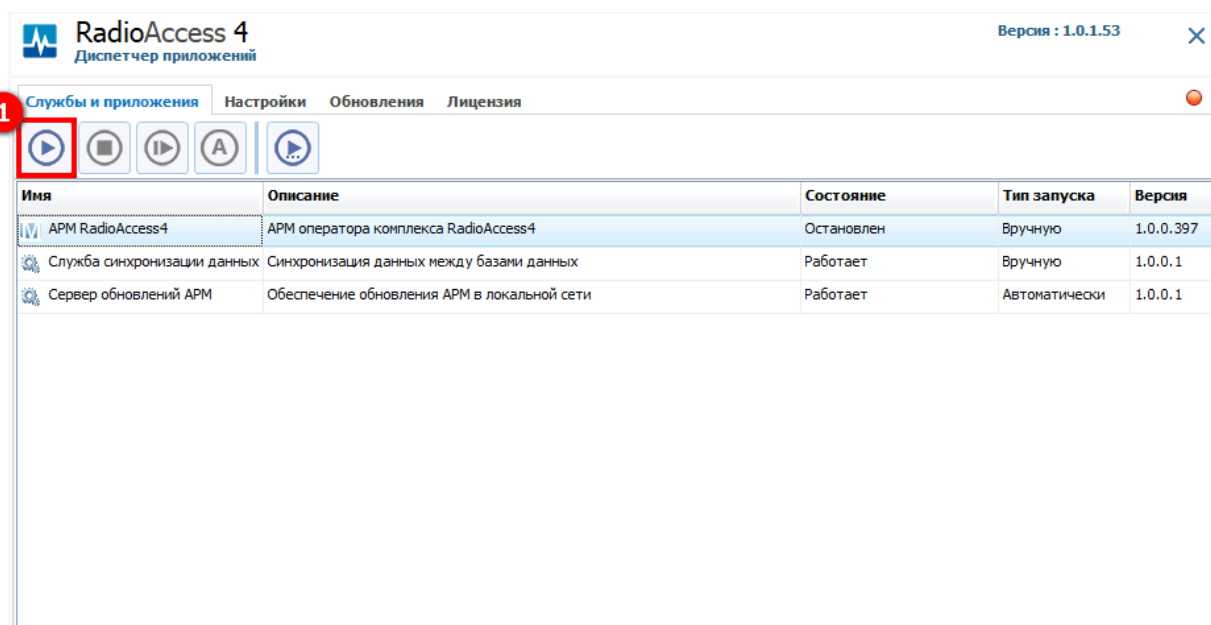
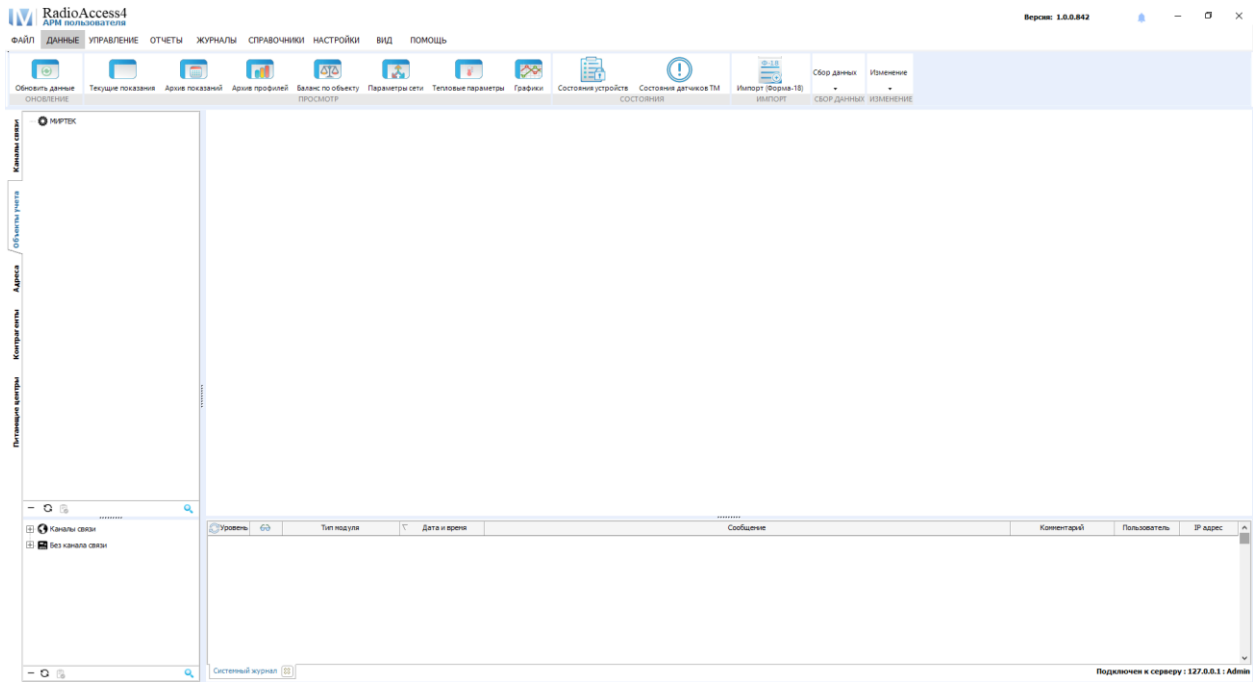

Рисунок 48 – Запуск АРМ RadioAccess 4 (РадиоАксесс 4) в Диспетчере приложений
Рисунок 49 – Окно программы RadioAccess 4 (РадиоАксесс 4)
После нажатия кнопки запуска (1) (см. рисунок 48) в **Диспетчере приложений** АРМ **RadioAccess 4 (РадиоАксесс 4)** открывается окно программы (см. рисунок 49).